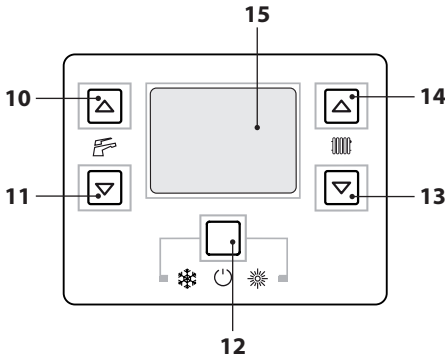

Figura 2.5
- Mantenga pulsado durante 2 segundos el botón 12 hasta que aparezca en el display el símbolo  (Figura 2.5).
La temperatura del agua caliente de impulsión de la calefacción puede regularse mediante los botones 13 (reducción) y 14 (aumento) (Figura 2.5)
De todas formas, si la temperatura ambiente no resultase confortable, se puede aumentar o reducir la temperatura de impulsión de la instalación de calefacción en $\pm 15^{\circ}\text{C}$ usando los botones 13 (reducción) y 14 (aumento) (Figura 2.5).
La temperatura del agua caliente sanitaria puede regularse mediante los botones 10 (aumento) y 11 (reducción) (Figura 2.5) desde un mínimo de 35°C aproximadamente hasta un máximo de aproximadamente 60°C . La primera vez que se pulsa uno de los dos botones se muestra el valor de "consigna", la segunda vez se puede modificar.